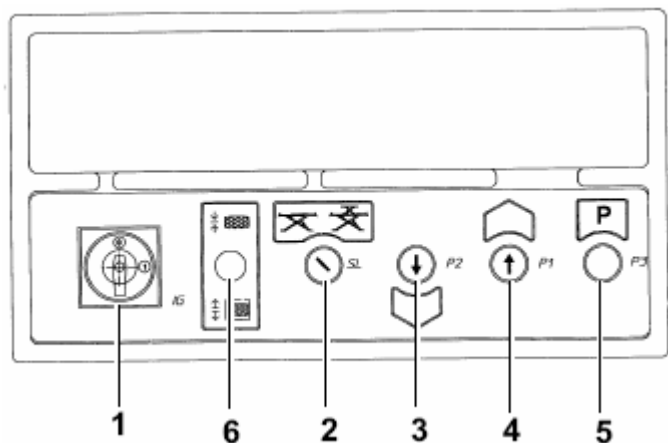

Рис. 40
- Осуществите процедуру, нажав кнопку опускания (**3 Рис. 40**), убедитесь, что поршни, отпускающие зубцы стопоров, сработали правильно и что стопорные зубцы, таким образом, будут готовы подняться при нажатии кнопки опускания.
#### Встроенный подъемник (Рис. 40)